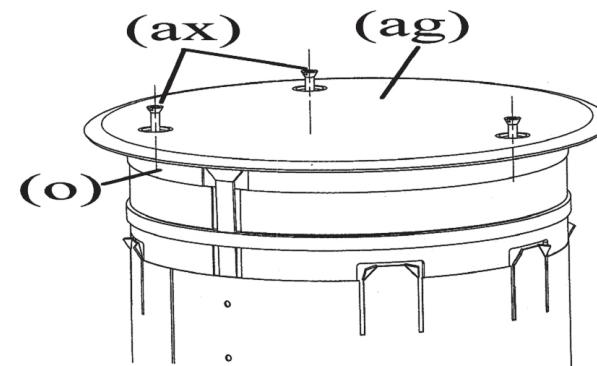

Fig. 6
2. Remove cover assembly by removing screws (ax) attaching cover to the can. See Figure 6.
2. Retirer le couvercle en levant les vis (ax) rattachant le couvercle de la boîte. Consulter la Fig. 6.
2. Quitar el conjunto de la tapa retirando los tornillos (ax) que fijan la tapa a la carcasa. Ver la Fig. 6.